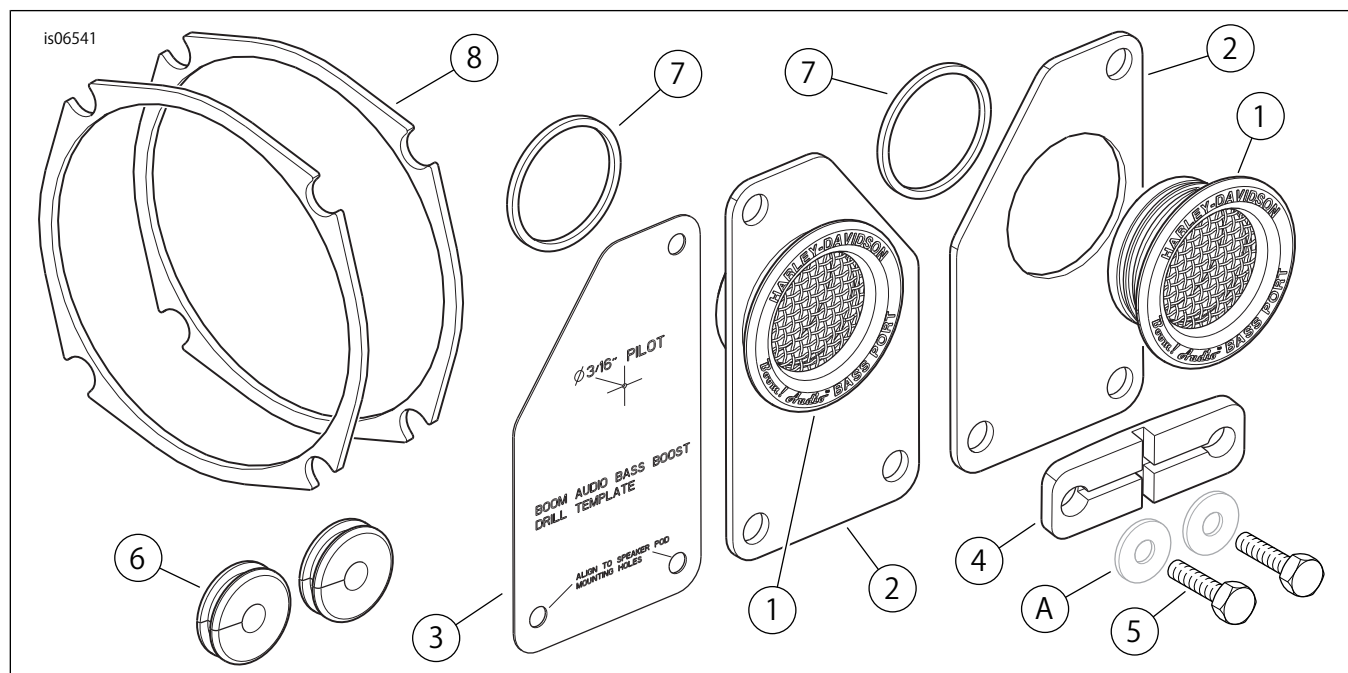

図1. 交換用パーツ、BOOM! オーディオバスブースターTour-Pakポートキット
「図1」および「表1」を参照してください。
7. 「図1」を参照してください。キットから穴開け用テンプレート(3)を用意します。電源ポート非装備車の場合: 電源ポート装備車の場合: